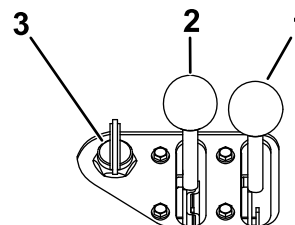

Figura 16
1. Mova a alavanca do acelerador para o meio entre a posição LENTO e a posição RÁPIDO (Figura 16).
- A. Desloque a alavanca do ar para a posição LIGAR (Figura 16).
- B. Rode a chave para a posição LIGAR (Figura 16). Quando o motor arrancar solte a chave.
- C. Gradualmente, desloque a alavanca do ar para a posição DESLIGAR (Figura 16). Se o motor perder velocidade ou se engasgar, volte a engatar o ar até o motor aquecer.
3. Para motores Kohler, rode a chave para a posição LIGAR (Figura 16). Quando o motor arrancar solte a chave.
4. Desloque a alavanca do acelerador para a posição pretendida (Figura 16).
2. Desloque a alavanca do acelerador para a posição LENTO (Figura 16).